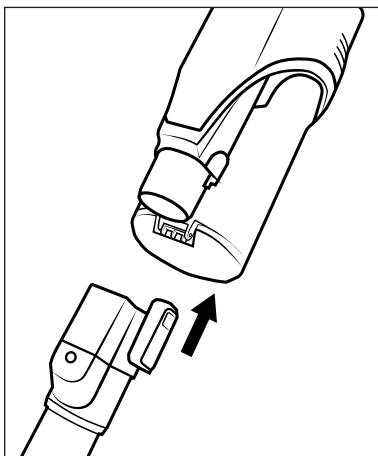

Fig. 1
- 1) Sæt sugerøret **24** på produktet, indtil det klikker hørbart på plads (se fig. 1).